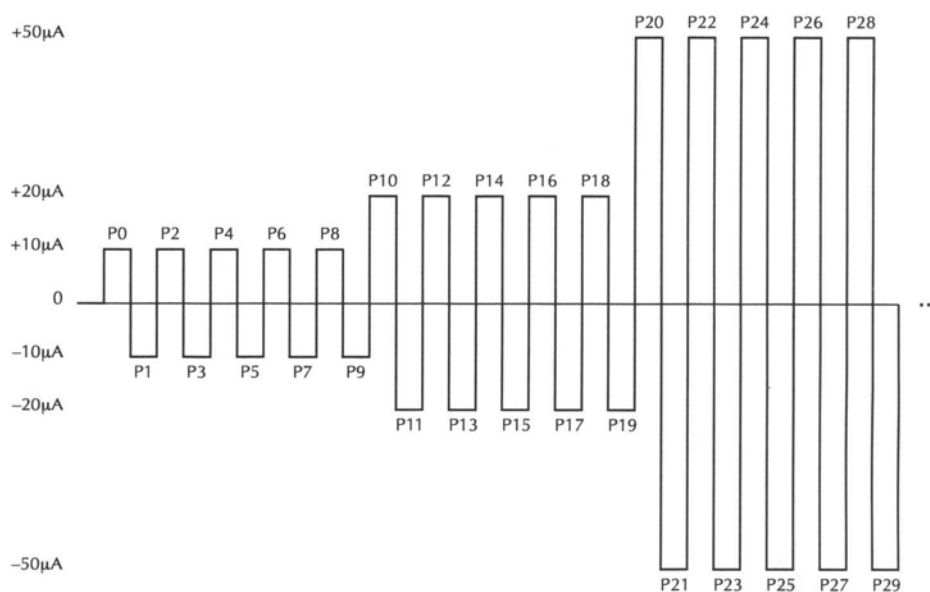

Рисунок 5-11
- В шаге 3 процедуры заменить «счет сигналов запуска» на равное число точек в стандартном свипе. Например, если используется 30 – точечный стандартный свип, как на Рисунок 5-11, установите счет сигналов запуска на 30.
- В шаге 5 процедуры установить соответствие величин тока точкам свипа. Для случая 30- точечного свипа величины тока для точек от P0 до P29 показаны на Рисунок 5-11.
**Логарифмический свип** — Если для Ваших испытаний требуются величины токов, которые охватывают две и более декад, Вы можете конфигурировать Источник/Измеритель на выдачу логарифмического свипа. 30 – точечный свип на Рисунок 5-11 ограничивается одной декадой 10мкА-100мкА. Если, например, Вы хотите расширить свип на охват трех декад тока, то следующие 30 точек свипа должны использоваться для амплитуд 100мкА, 200мкА и 500мкА. Последние 30 точек свипа должны использоваться для амплитуд 1мА, 2мА, 5мА. Зависимость I-V представляется затем графически в полулогарифмическом масштабе.